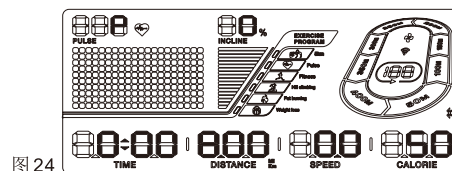

图24
1. 在跑步机处于待机状态下,长按面板上的Training Prog键,再按2次,此时屏幕上的热量(卡路里)窗口闪烁,默认的热量(卡路里)为50卡路里,按SPEED(速度)的+(增加)/-(减少)键调整您的理想训练消耗热量(卡路里)。(图24所示)。